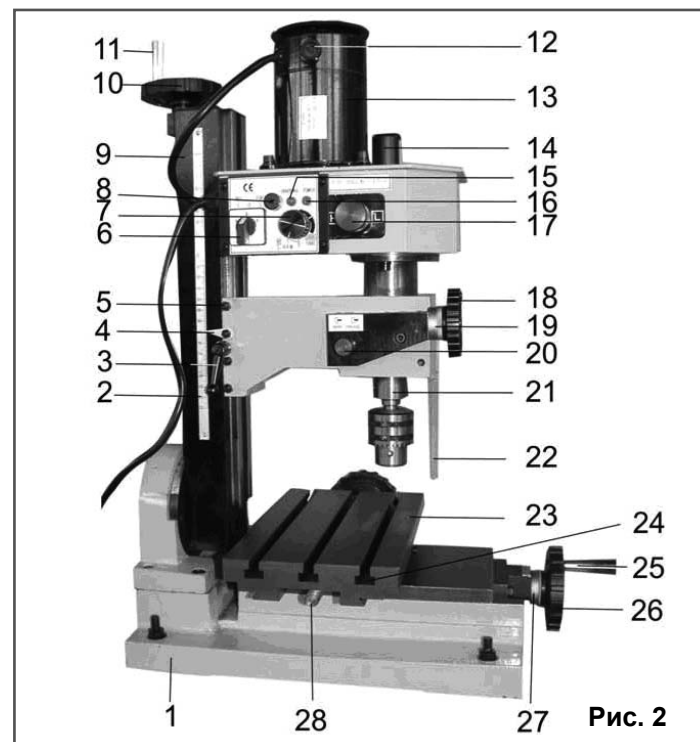

Рис. 2
- 7.1. Станок состоит из следующих сборочных единиц и деталей (Рис. 2, 3).
8.1. Сборка (Рис. 2, 3)
8.2.Монтаж (Рис. 2, 3)
9.2. Регулировка плавности хода вертикального перемещения шпиндельной бабки (Рис. 2)
9.3. Регулировка плавности хода поперечного перемещения рабочего стола (Рис. 2, 6)
10.1. Подготовка к работе (Рис. 2, 3, 7)
10.1.4. Установите и закрепите на рабочем столе (23) заготовку (при помощи зажимов, адаптеров или тисков), Рис. 2.
- установить ручку регулировки частоты вращения шпинделя (17) в положение «низкая или высокая скорость», Рис. 2;